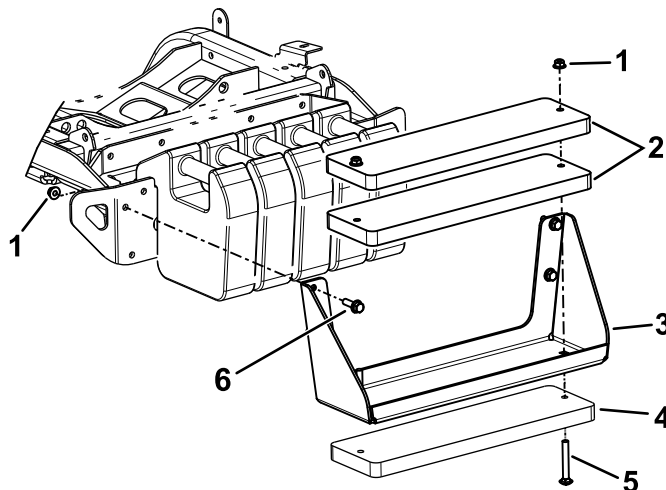

Figura 22
Notă: Consultați Figura 22 pentru acești pași.
- A. Utilizați uruburile ($\frac{3}{8} \times 4''$) și piulițele ($\frac{3}{8}''$) pentru a fixa cele 3 greutăți la suport (Figura 22).
- B. Utilizați uruburile și piulițele cu cap hexagonal (incluse în set) pentru a fixa suportul de greutate la maină (Figura 22).
- A. Îndepărtați suportul pentru greutate de la maină (Figura 22).
- C. Utilizați uruburile ($\frac{3}{8} \times 4''$) și piulițele ($\frac{3}{8}''$) pentru a fixa cele 3 greutăți la suport (Figura 22).
- D. Utilizați elementele îndepărtate anterior pentru a fixa la maină suportul pentru greutate (Figura 22).